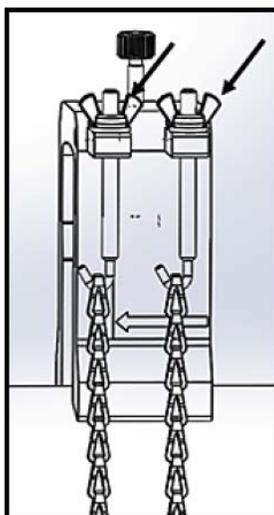

Рис. 40: Закрепление скобы
- Затяните гайки для закрепления скобы на трубе (см. Рис.40 ниже).